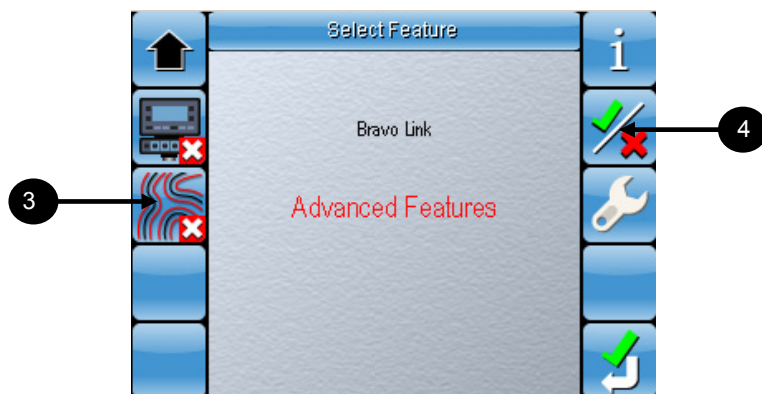

Figura I-3. Pantalla de selección de función 3
2. Seleccione la **flecha orientada hacia abajo** hasta que vea la pantalla de la figura I-3.